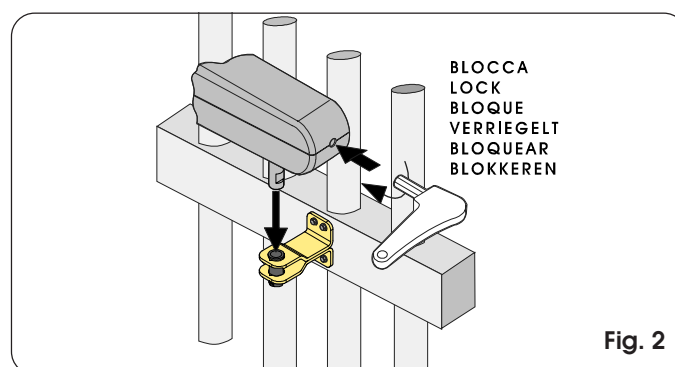

Fig. 2
- riposizionare l'operatore sull'attacco anteriore (Fig. 2);